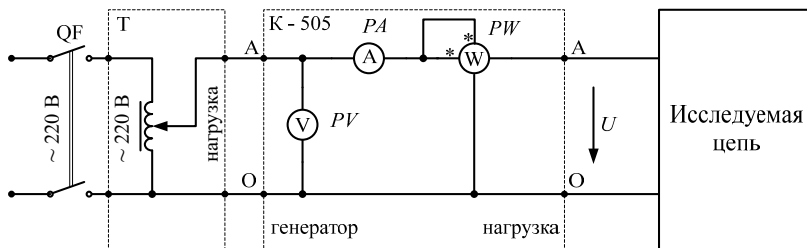
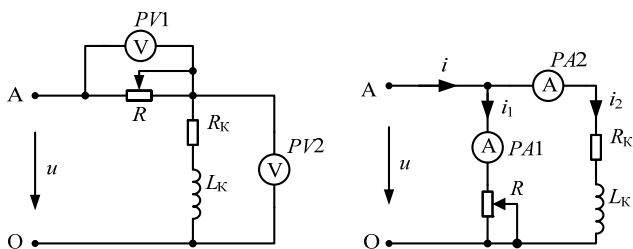

Рис. 4.1. Электрическая схема исследуемой цепи
Рис. 4.2. Исследуемая цепь с катушкой индуктивности
В работе исследуются две электрические цепи, состоящие из последовательного и параллельного соединения реостата и реальной катушки индуктивности (рис. 4.2). Схема замещения реальной катушки индуктивности состоит из идеальной индуктивности L_k и активного сопротивления R_k . Соответствующие измерительные приборы служат для измерения падений напряжений на участках последовательной цепи и токов в параллельных ветвях. Исследуемая цепь подключается к выходным зажимам комплекта измерительных приборов К-505. Напряжение, подаваемое на исследуемую электрическую цепь, регулируется с помощью лабораторного автотрансформатора T , входные зажимы которого подключаются к автоматическому выключателю QF (рис. 4.1).
2. Собрать электрическую цепь, соответствующую схеме замещения (рис. 4.1), подключив для исследования последовательную цепь (рис. 4.2). Собранный схему показать преподавателю или лаборанту.
4. Подключить для исследования параллельную цепь (рис. 4.2). Установить заданное преподавателем для данного опыта напряжение U и измерить I , I_1 , I_2 и P . Результат измерений занести в табл. 4.2.
3. Векторные диаграммы последовательной цепи (рис. 4.2) строят методом засечек с помощью циркуля и линейки в соответствии с уравнением $\underline{U} = \underline{U}_1 + \underline{U}_2$.
4. Векторную диаграмму токов для параллельной цепи (рис. 4.2) строят с помощью циркуля и линейки в соответствии с уравнением $\underline{I} = \underline{I}_1 + \underline{I}_2$. Построение выполняют относительно вектора напряжения \underline{U} . В направлении вектора напряжения \underline{U} отложить в масштабе тока вектор \underline{I}_1 . Из конца этого вектора сделать засечку радиусом, равным в масштабе току \underline{I}_2 , в сторону отставания от вектора напряжения \underline{U} , и т. д. (см. п. 3 дополнения).